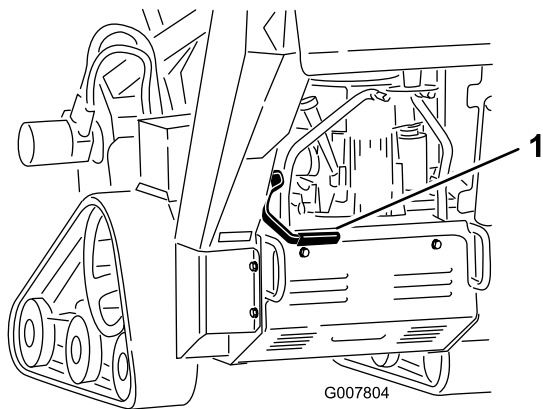

Figura 14
- Para engatar o freio de estacionamento, puxe a alavanca para trás e, então, para cima (Figura 14).
- Para soltar o freio de estacionamento, puxe a alavanca para trás e, então, para baixo (Figura 14).